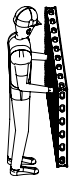

Fig. B1.11
1. Preparare i pannelli per il montaggio. Disporre travetti squadrati o tavole come base di appoggio. L'area di montaggio deve essere piana. (Fig. B1.11)
1. Assemblare il secondo paramento analogamente al primo. (Fig. B1.11 – B1.14)